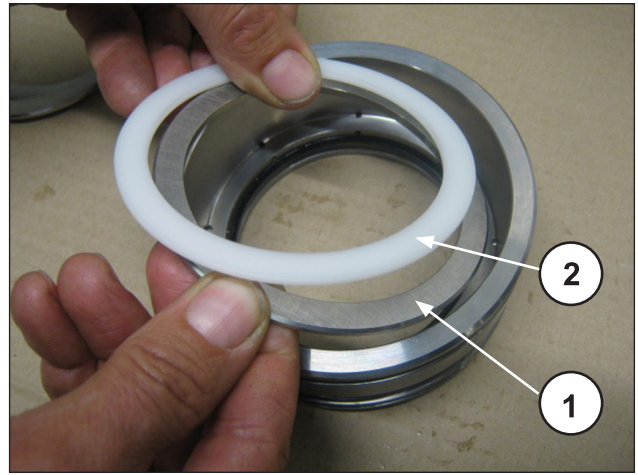
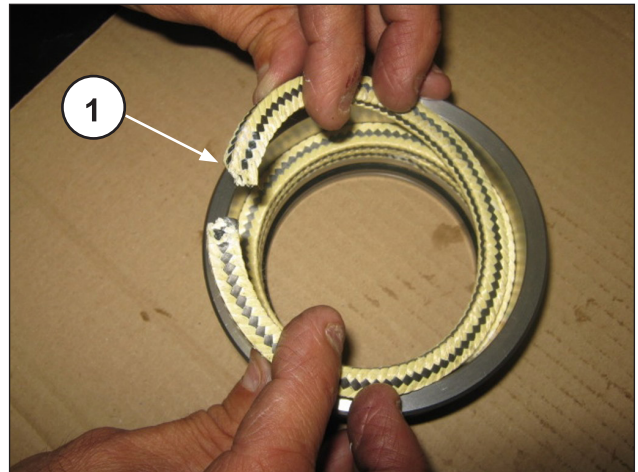

Abb. 250
Abb. 251
Montieren Sie den Lagerring und den Stützring (Pos. ①②, Abb. 250) sowie die drei Stopfbuchsen. Achten Sie dabei, dass die Schlitze in einem Winkel von 120° zueinander ausgerichtet sind (Pos. ①, Abb. 251), darüber hinaus den Abstreifring der Stopfbuchsen und den Federring (Pos. ①②, Abb. 252).